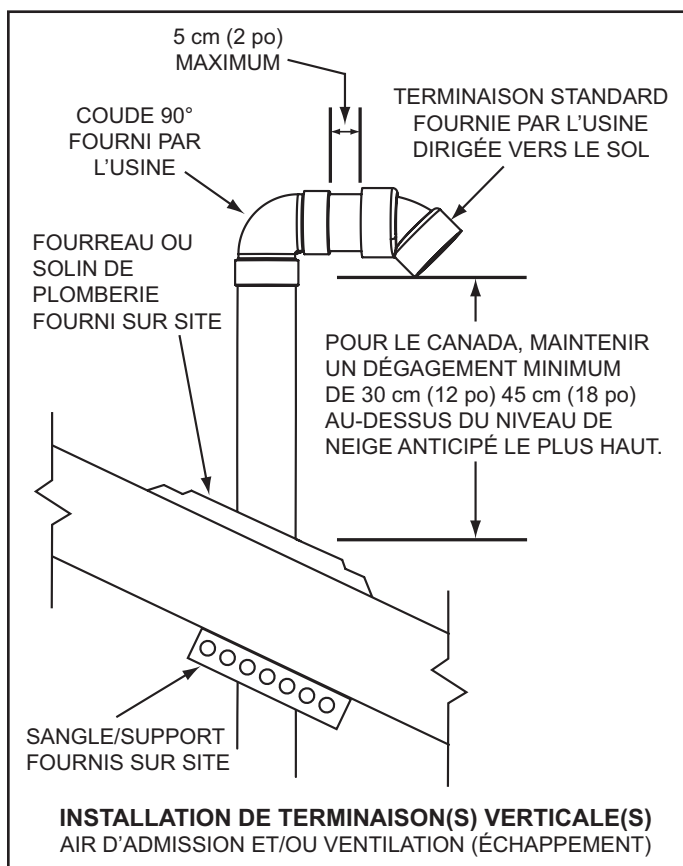
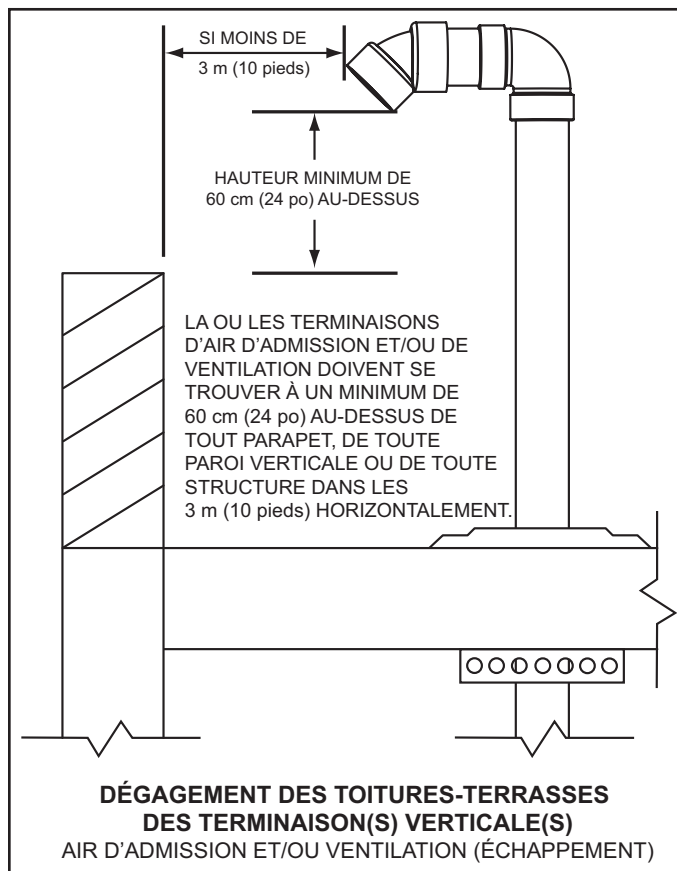
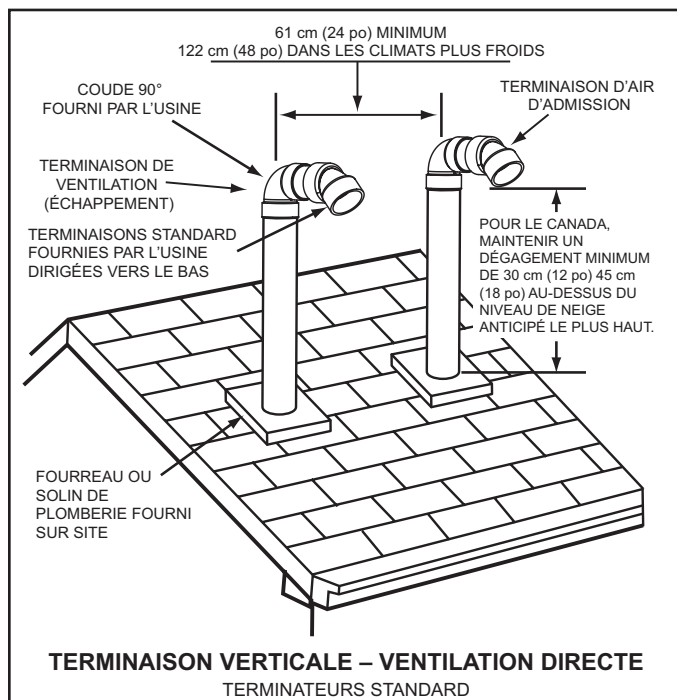

Figure 19
Figure 20
Figure 21
- Pour installer uniquement la tuyauterie de ventilation (échappement) dans une configuration de ventilation à air pulsé verticalement à travers le toit, s'assurer que toutes les exigences de dégagements verticaux extérieurs illustrées aux Figure 19 et Figure 20 à la page 24 sont bien maintenues. Ces dégagements et ceux cités par les codes locaux et nationaux doivent être maintenus.
REMARQUE : Sur les installations sur toits-terrasses, la terminaison de ventilation doit être d'un minimum de 60 cm (24 po) au-dessus de tout parapet, tout mur vertical ou toute structure à moins de 3 m (10 pieds) horizontalement. Voir Figure 20 à la page 24.
- Pour installer la tuyauterie d'air d'admission et celle de ventilation dans une configuration de ventilation directe verticalement à travers le toit, s'assurer que toutes les exigences de dégagements verticaux extérieurs illustrées aux Figure 19 et Figure 20 à la page 24 sont bien maintenues. Ces dégagements et ceux cités par les codes locaux et nationaux doivent être maintenus.
REMARQUE : Sur les installations sur toits-terrasses, les terminaisons d'air d'admission et de ventilation doivent être d'un minimum de 60 cm (24 po) au-dessus de tout parapet, tout mur vertical ou toute structure à moins de 3 m (10 pieds) horizontalement. Voir Figure 20 à la page 24.
La terminaison de ventilation doit être orientée vers le bas comme l'indiquent les Figure 19 et Figure 20 à la page 24.
Le chant inférieur de la terminaison de ventilation doit être d'un minimum de 30 cm (12 po), 45 cm (18 po) au Canada, au-dessus de la moyenne ou du niveau de neige prévu comme l'indique la Figure 19 à la page 24.
Les tuyaux d'air d'admission et de ventilation doivent pénétrer le même côté du toit comme l'indique la Figure 21 à la page 24.
Les terminaisons d'air d'admission et de ventilation doivent être dirigées vers le bas et dans le même sens comme l'indique la Figure 21 à la page 24.
Les terminaisons d'air d'admission et de ventilation doivent avoir une séparation minimum de 61 cm (24 po) mesurée sur la ligne médiane comme l'indique la Figure 21 à la page 24. Dans les climats plus froids, cette séparation doit être augmentée d'au moins 122 cm (48 po).
Le chant inférieur des terminaisons d'air d'admission et de ventilation doit être d'un minimum de 30 cm (12 po), 45 cm (19 po) au Canada, au-dessus de la moyenne ou du niveau de neige prévu comme l'indiquent les Figure 19 et Figure 21 à la page 24.
La distance entre les terminaisons de ventilation et d'air d'admission les plus proches doit être d'un minimum de 61 cm (24 po) comme l'indique la Figure 21. Dans les climats plus froids, la séparation doit être augmentée d'au moins 122 cm (48 po).
8. Suspendre le ou les tuyaux par le centre du trou à l'aide d'un cerclage en métal ou de matériaux de support équivalents comme l'indique la Figure 19.
9. Faire glisser un fourreau de toit ou un solin équivalent sur le tuyau et sécuriser le fourreau ou le solin équivalent au toit (voir Figure 19) et sceller autour du solin.
10. Installer la ou les terminaisons d'air d'admission et/ou de ventilation fournies par l'usine à l'aide d'un tuyau fourni par l'usine et d'un coude à 90° fourni sur site comme l'indique la Figure 19. La section courte de tuyau qui connecte le coude à
90° fourni sur site et la terminaison fournie par l'usine ne doit pas être d'une longueur excessive. La portion exposée de ce tuyau sera inférieure à 5 cm (2 po), voir Figure 19.